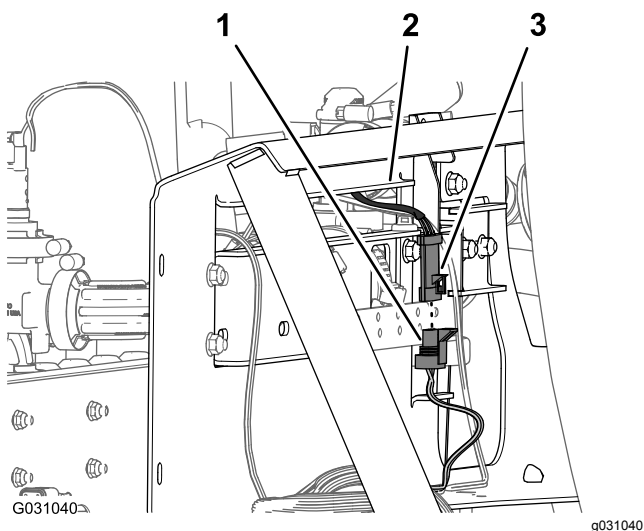

Рисунок 130
6. Подсоедините 3-штыревой разъем жгута проводов клапана перемешивания к 3-гнездовому разъему с маркировкой **Agitation Valve** (Клапан перемешивания) (Рисунок 130) отвления длиной 203 см жгута проводов.